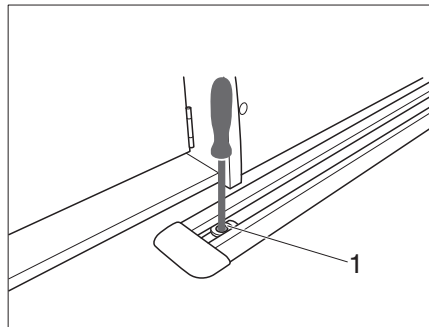

Figura 25 Mover el bloque deslizante
- Aflojar el tornillo del bloque deslizante (Figura 25,1) con una llave de vaso.
- Empujar bloque deslizante (Figura 25,1) hasta la posición deseada y volver a apretar el tornillo en el bloque deslizante.